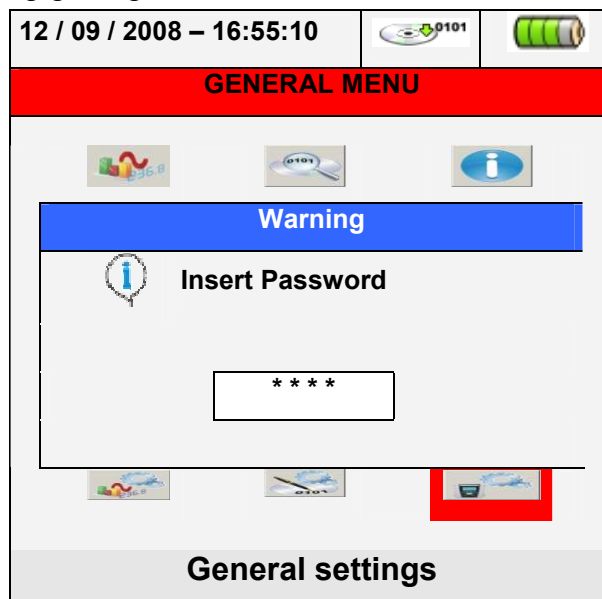

Abb. 13: Insert Password screen
5. Wenn ein falsches Passwort eingegeben wird oder mehr als 10 s vergehen, zeigt das Messgerät die Warnmeldung „Falsches Passwort“ („Wrong Password“), und die Eingabe muss wiederholt werden. Sobald das korrekte Passwort eingegeben wurde, bricht das Messgerät unverzüglich die laufende Messung ab, und das entsprechende Symbol im Display (siehe Abb. 13) verschwindet.